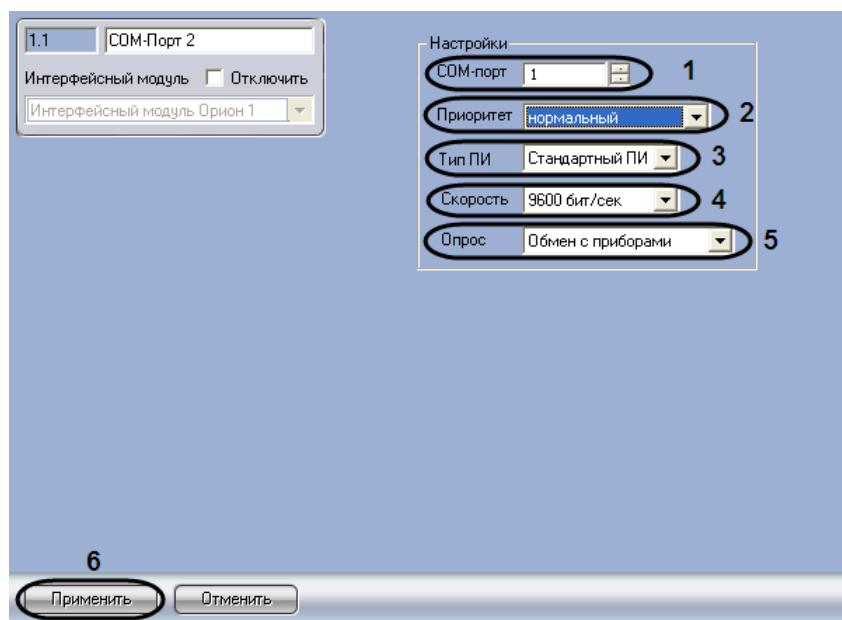

Рис. 3.3—4 Панель настройки объекта COM-порт
- С помощью кнопок **вверх - вниз** установить номер COM-порта, к которому подключено оборудование ИСО Орион (см. Рис. 3.3—4, 1).
- Из раскрывающегося списка **Приоритет** выбрать значение приоритета опроса модулем ИСО Орион оборудования, которое подключено к этому порту (**нормальный**, **высокий**, **низкий**, **очень низкий** или **почти остановленный**) (см. Рис. 3.3—4, 2).